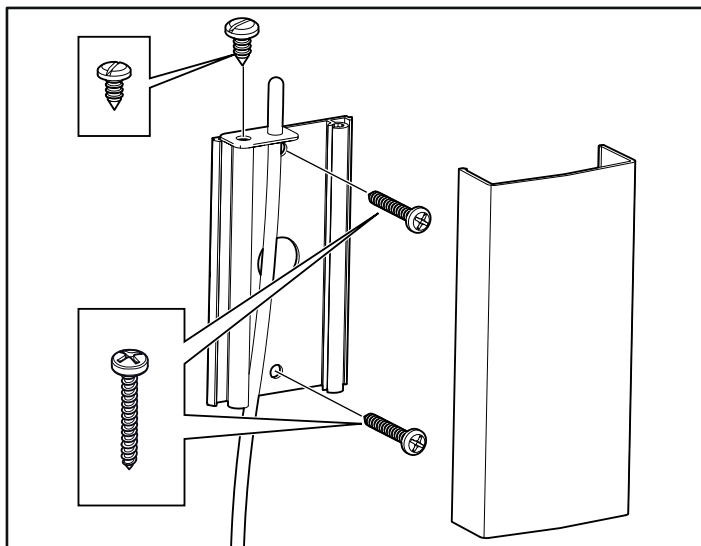
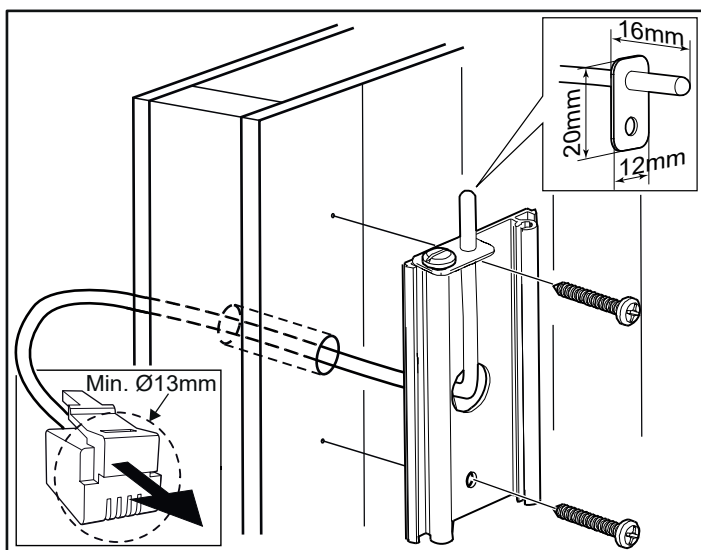

Рисунок 15: Установка датчика
Рисунок 16: Проведение проводки через стену.
- Установите датчик на стене (см. Рис. 15). Провод термистора также можно провести через стену. Герметично заделайте все отверстия в стене за датчиком (см. Рисунок 16). Провод термистора может быть удлинен и выведен за пределы сауны, используя низковольтный провод (2-жильный).